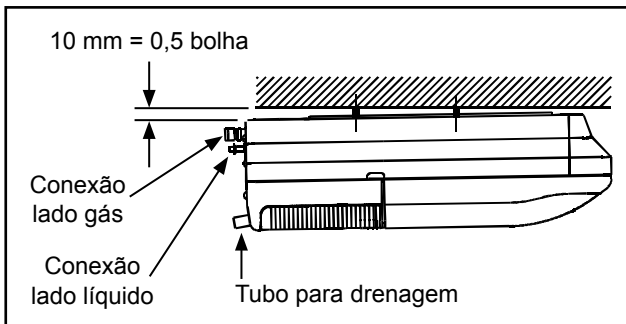

Figura 17
- i) Assegure-se que a unidade esteja nivelada e com uma pequena inclinação para o lado do dreno, de forma a garantir uma correta drenagem; 10 mm (0,5 bolha na régua de nível) de diferença é suficiente para esta declividade, ver figura 17. A unidade usa drenagem por gravidade; a tubulação do dreno, no entanto, deve possuir declividade.